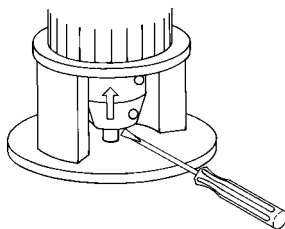

Fig. 16 Sollevamento del giunto e dell'albero della pompa
3. Sollevare al massimo il giunto e l'albero della pompa (verso il motore) con un cacciavite o uno strumento simile, in modo che la pompa e gli alberi del motore entrino in contatto. Vedi fig. 16.